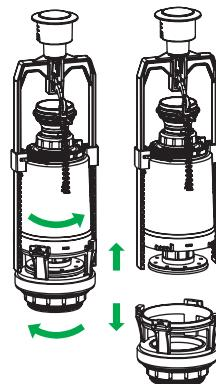

Рис. 2 / 2-сур.
- Отсоедините седло клапана от клапана выпуска, как показано на рис. 2.
8. Установите выпускной клапан в седло клапана (рис. 2) в обратном порядке.